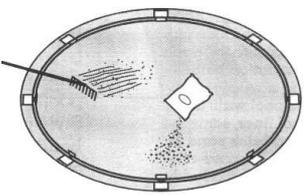

fig. 20
f) Prima dell'installazione del liner, coprire il bordo interno con sabbia pulita (senza pietre od oggetti strani) sull'area interna, con un spessore di 5 cm. Utilizzare un rastrello per garantire che la cappa di sabbia non presenta dislivelli (fig. 20).